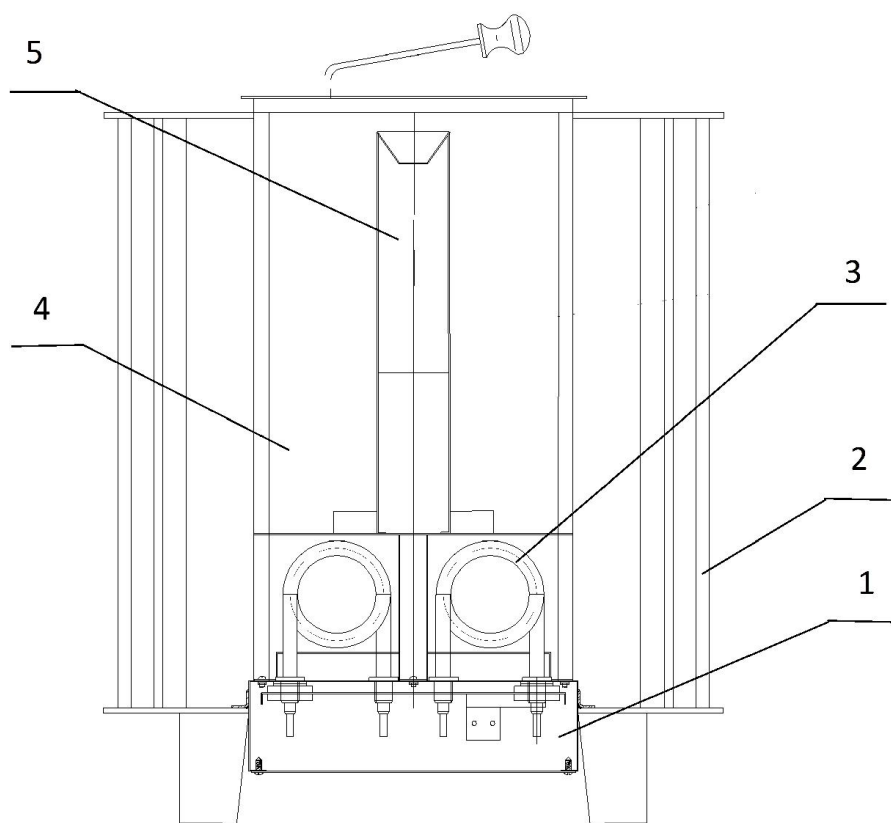

Рис.2
1.4.2 Электрический нагреватель (ЭН) состоит из блока ТЭНов (поз.1 рис.2) и наружного ограждения (поз.2 рис.2).
Блок ТЭНов представляет собой основание коробчатого сечения из нержавеющей стали, на котором расположены трубчатые электрические нагреватели (поз.3 рис.2) мощностью 1,0 или 2,0 кВт в различных комбинациях, в зависимости от мощности Устройства.
На блоке ТЭНов также расположена стальная емкость с крышкой (поз.4 рис.2), заполненная камнем для парообразования. Камень, находящийся в этой емкости, изолирован от окружающей среды, что обеспечивает более высокую его температуру и благоприятно сказывается на качестве пара.
Внутри емкости имеется стакан из нержавеющей стали с вмонтированным в него теплоаккумулятором (поз.5 рис.2). При эксплуатации печи залитая в стакан вода непрерывно кипит, увлажняя воздух парного помещения. В нижней части блока ТЭНов размещен клеммник для подключения ЭН к ПУ. Блок ТЭНов устанавливается в проем нижнего листа наружного ограждения. Наружное ограждение выполнено в виде сборной конструкции из стального проката и окрашено жаростойкой эмалью. Внутри ограждения укладывается колотый камень (габродиабаз, талькохлорит или кварцит).